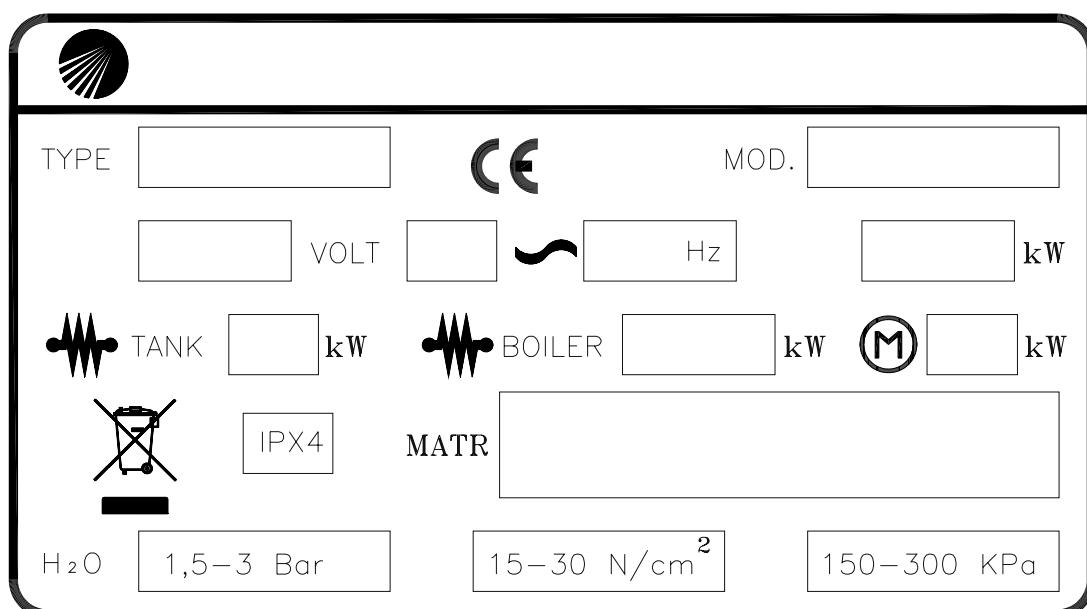

Fig. 1-1
- La targhetta caratteristiche (Fig. 1-1) si trova sul fianco dx della macchina. Essa contiene tutti i dati necessari per l'installazione.
- The specifications tag (Fig. 1-1) is placed on the right-hand panel of the machine. It contains all the necessary data to install the appliance.
- Das Maschinenschild (Bild. 1-1) befindet sich an der Rechtseite des Gerätes. Es enthält alle für die Aufstellung notwendigen Daten.
- La plaque (Fig. 1-1) comportant les caractéristiques de l'appareil est placée sur le côté droit. Elle indique toutes les données nécessaires à la mise en place de la machine.
- La placa de características (Fig. 1-1) está ubicada en el flanco derecho de la máquina. Contiene todos los datos necesarios para la instalación.
- A etiqueta com os dados técnicos (Fig. 1-1) está localizada na lateral direita da máquina. Tal etiqueta contém todos os dados necessários para a instalação.
- Het typeplaatje (Afb. 1-1) bevindt zich aan de rechterkant van de machine. Hier staan alle gegevens op die benodigd zijn voor de installatie.